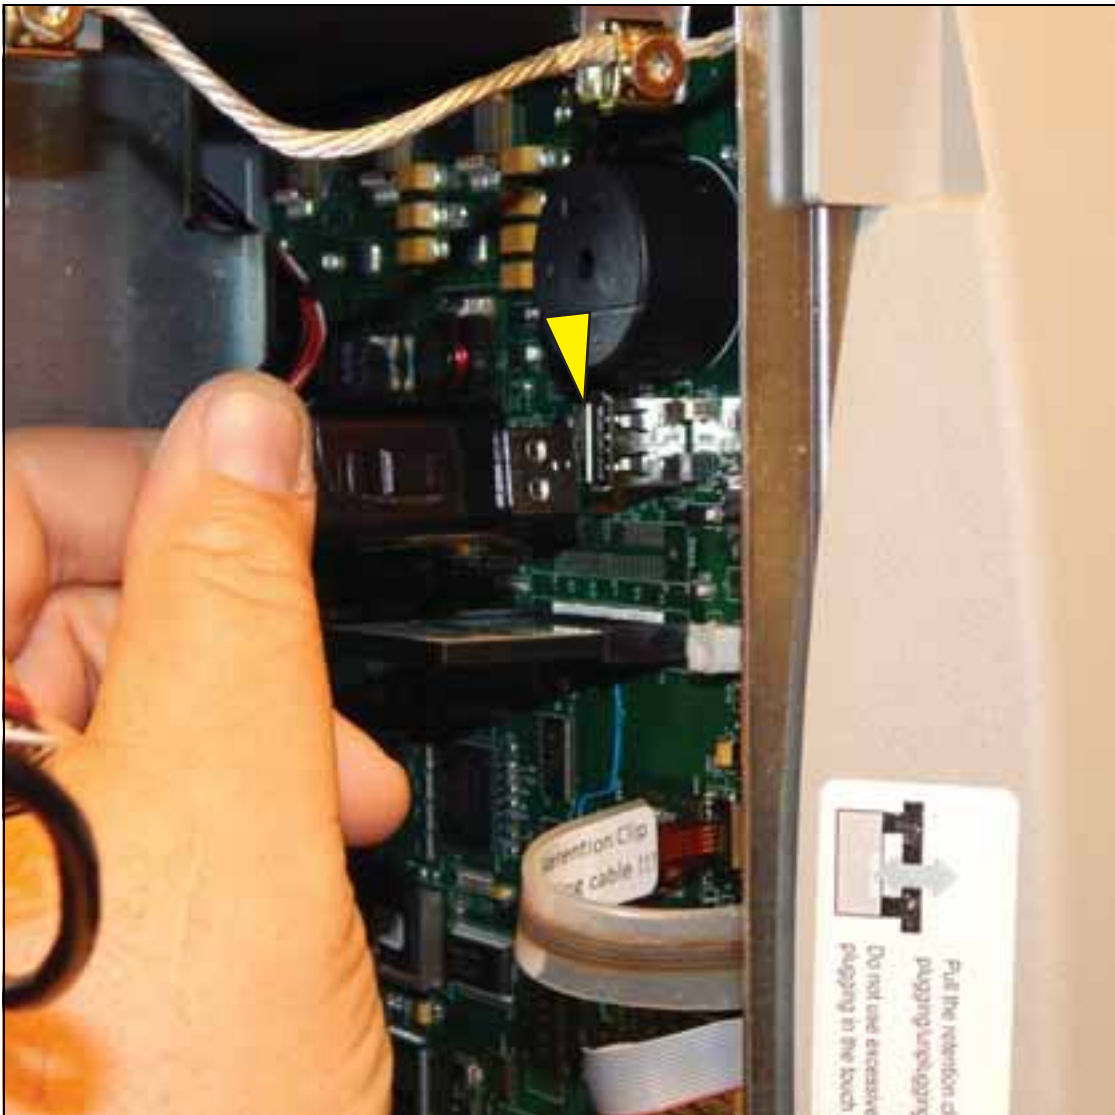

Figura 6. Remoção de cabo da impressora opcional
3. Caso haja uma impressora instalada, desconecte o cabo USB do conector da placa CPU (ver Figura 6).